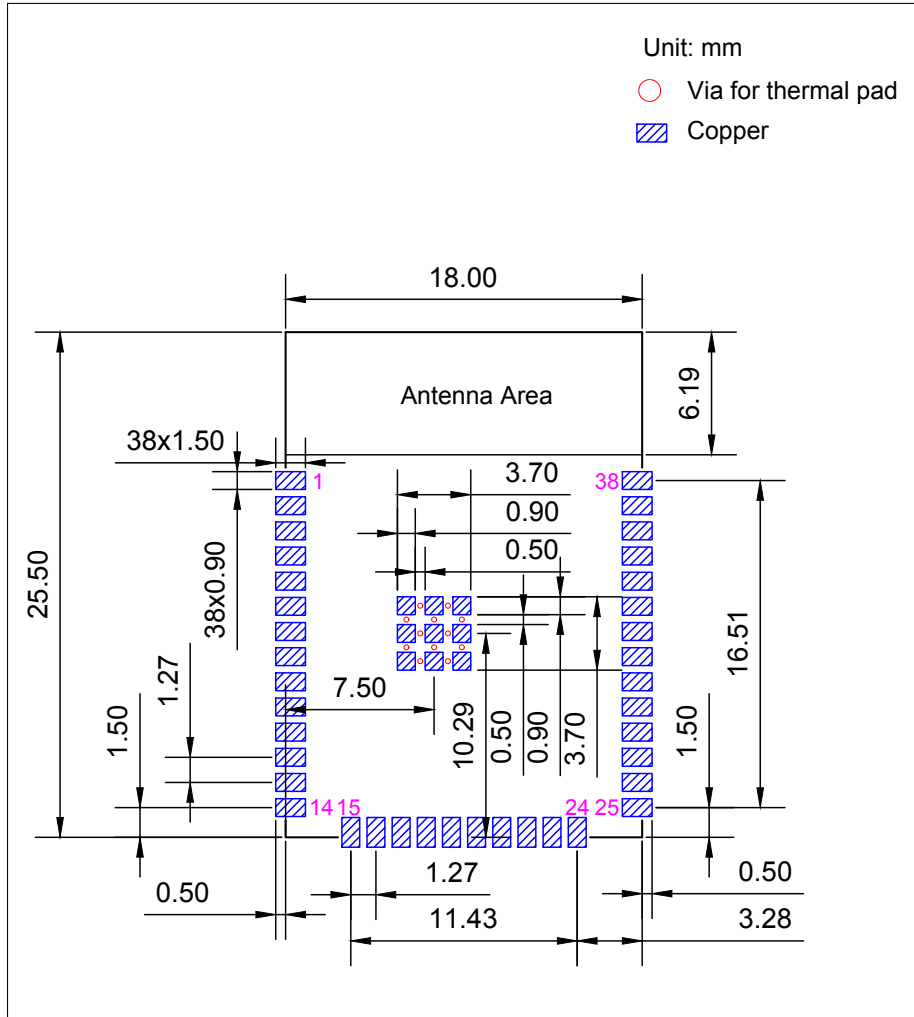

图 6: ESP32-SOLO-1 PCB 封装图形
- 推荐 PCB 封装图，标有 PCB 设计所需的全部尺寸。详见图 6 *ESP32-SOLO-1 PCB 封装图形*。
- 推荐 PCB 封装图的源文件，用于测量图 6 中未标注的尺寸。您可用 Autodesk Viewer 查看 ESP32-SOLO-1 的封装图源文件。